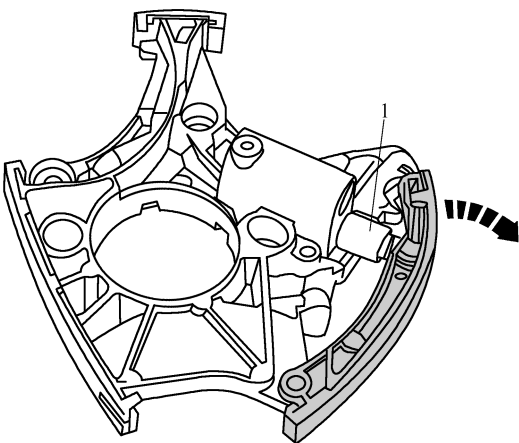

图 1-3-21 卸载左右凸轮轴正时链条张紧器的滑轨
- 2) 如图 1-3-21 箭头所示,先彻底卸载左右凸轮轴正时链条张紧器的滑轨。这样链条张紧器的活塞 1 完全伸出,由此打开止动锁紧机构。注意:若需从链条张紧器上取下张紧件,则请注意安装位置,即张紧件的外壳底板(带油孔)指向链条张紧器,张紧件的活塞指向滑轨。